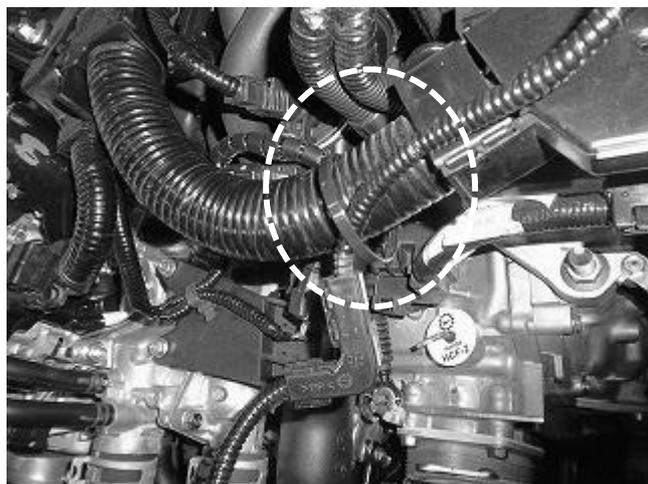

図 18
5.エアフロアダプターとステーの角度を調整し、エアフロセンサーの配線が張りすぎず、コアがどこにも干渉しない位置にしてから、ホースバンドとステーのボルトを本締めして下さい。また、エアフロセンサーの配線がたるんでいる場合は、バッテリー手前のハーネスにタイラップでとめて下さい。(図 18)